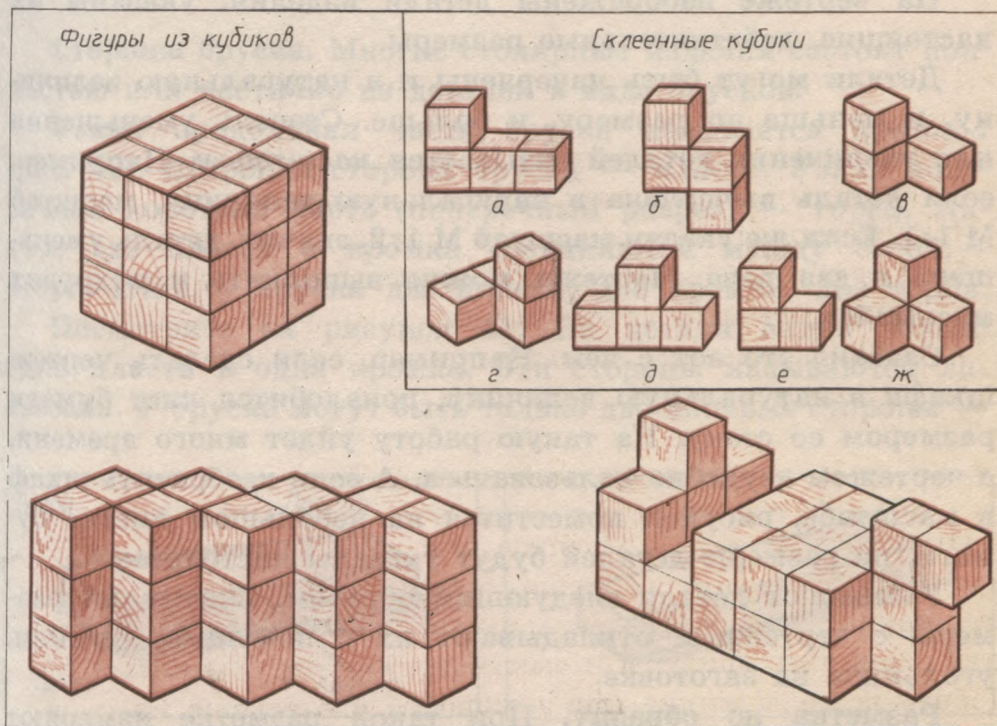

Рис. 39. Игра из склеенных кубиков.
Игра состоит из 7 элементов (рис. 39), склеенных из кубиков. Из элементов собирают одну или несколько фигур (на рисунке показаны некоторые фигуры): Можно придумать различные фигуры и самим играющим. Хранить игру удобнее всего в ящике или в коробке. Склеенные из кубиков элементы для одной игры окрашивают в один цвет, для другой — в другой.
3. Двойные кубики склеить между собой попарно: получатся более сложные фигуры (рис. 39, а — г).
4. К фигуре, склеенной из двух кубиков, приклеить третий (рис. 39, е).
5. К фигурам, склеенным из двух кубиков, приклеить еще два (рис. 39, д, ж).